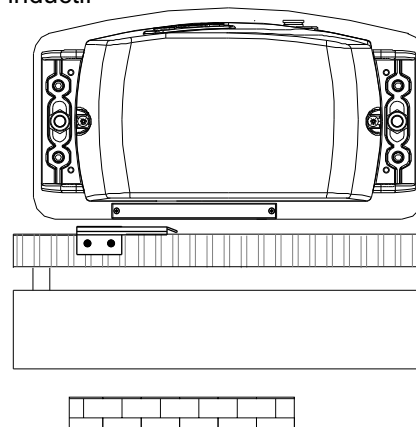

Fig. 13
- Positionner la plaque sur la crémaillère de façon d'avoir le fin de course (doigt en cas de fin de course mécanique (Fig. 12); flèche d'identification positionnée sur le côté supérieur en cas de fin de course inductif (Fig. 13)) en correspondance du point X que se trouve à 50 mm du côté plié de la plaque (Fig. 14) et la fixer avec les vis en dotation (Fig. 15 - Fig. 16).